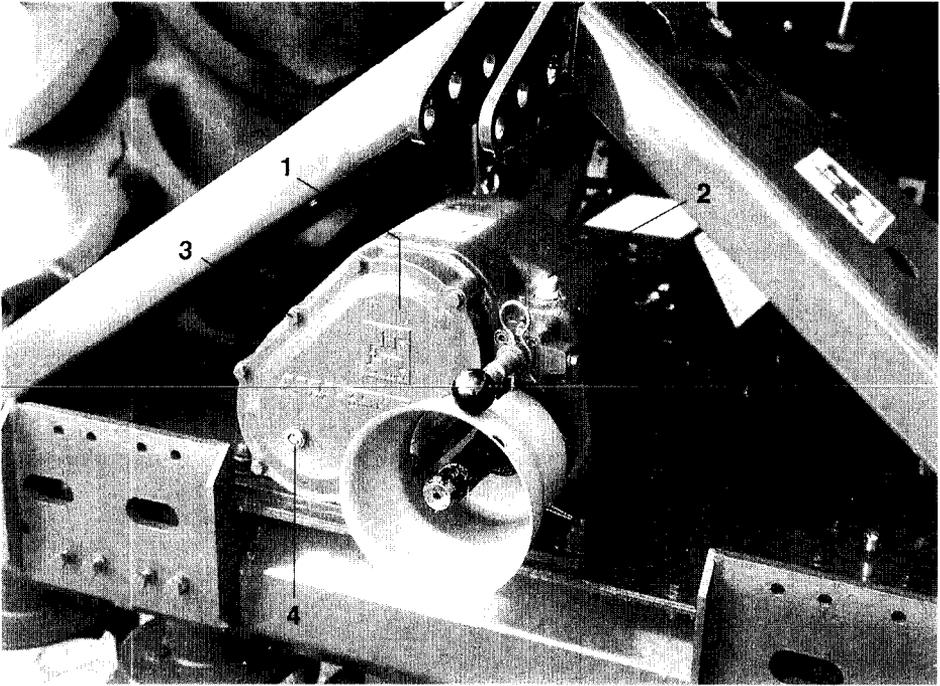

Fig. 10.15
- Ölspiegel durch Ablassen des Getriebeöles an der Ölablaßschraube senken. Die Ölablaßschraube befindet sich vorne am Getriebegehäuse unter dem Zapfwellenanschluß. Wenn dabei keine Schmutzpartikel in das Öl gelangen, kann das aufgefangene Getriebeöl nach dem Zahnradwechsel dem Getriebe durch den Öffnungskanal der Entlüftungsschraube (Fig. 10.15/2) wieder zugeführt werden.
- Getriebedeckel (Fig. 10.15/1) nach dem Lösen der Skt.-Schrauben (Fig. 10.15/3) entfernen.
- Getriebedeckel (Fig. 10.15/1) mit Dichtung schließen.
- Getriebeöl durch den Öffnungskanal der Entlüftungsschraube (Fig. 10.15/2) wieder einfüllen. Der Ölstand reicht bei waagrecht stehender Kreiselegge bis zur Unterkante des Ölkontrollauges (Fig. 10.15/4) bei einer Gesamtölmenge von 4,8 l Getriebeöl 85 W 90.